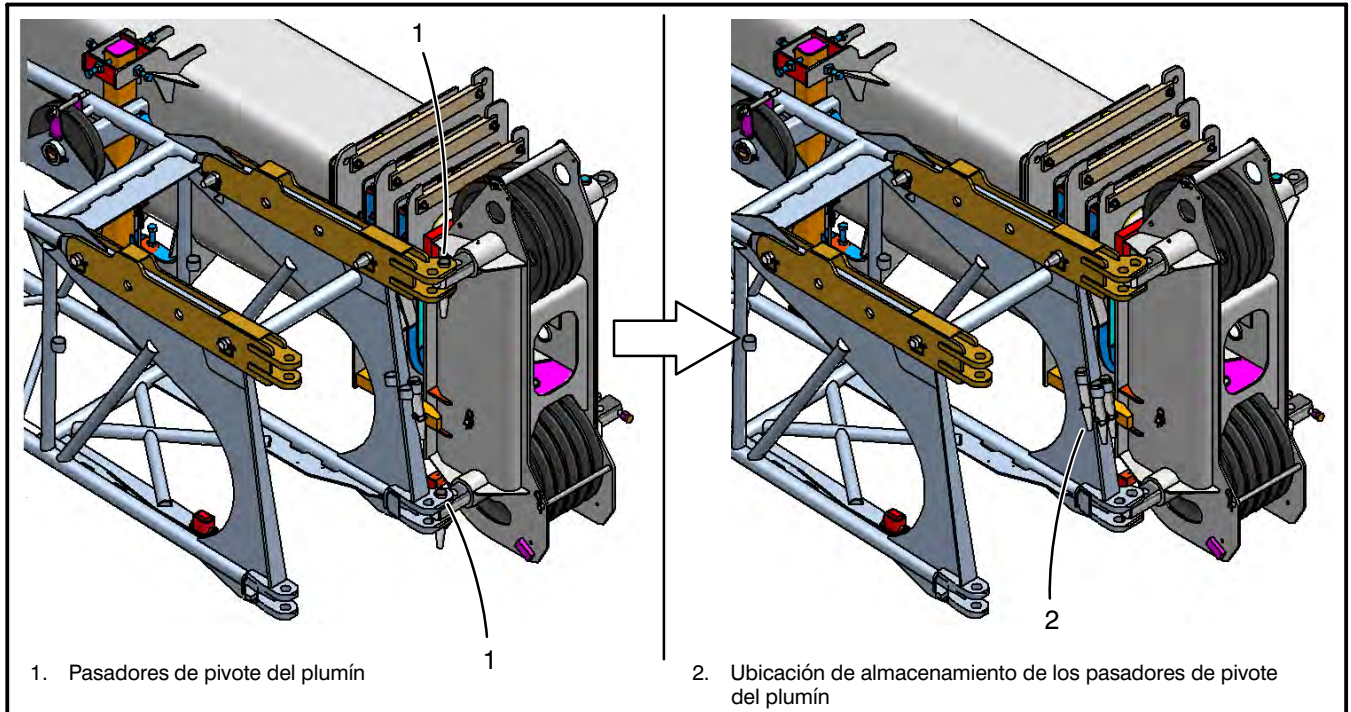

Figura 4–158
27. Tire y gire el pasador de retención para soltarlo de la posición de no accionado (1). Consulte la Figura 4–157. Suelte el pasador de retención para engancharlo dentro de la orejeta tipo bala (2) y en la posición de accionado (3).